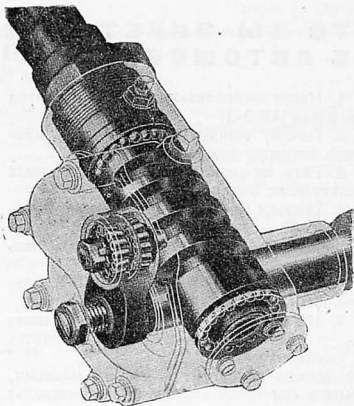

Рис. 2. Рулевой механизм, состоящий из винта и шипа
- 3) механизм, состоящий из винта и шипа (рис. 2).